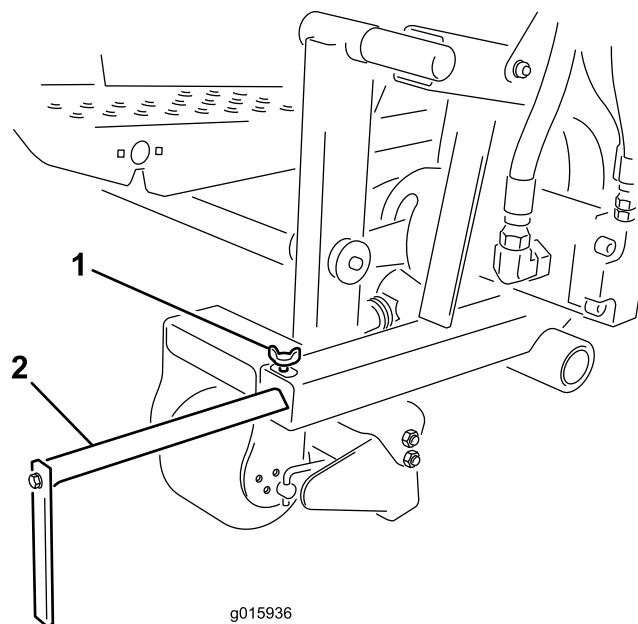

Figura 11
Desaperte o parafuso de ajuste e mova o guia de alinhamento para a posição desejada (Figura 11).
1. Desaperte o parafuso e ajuste o guia de alinhamento para antes ou depois da posição desejada (**Figura 11**).